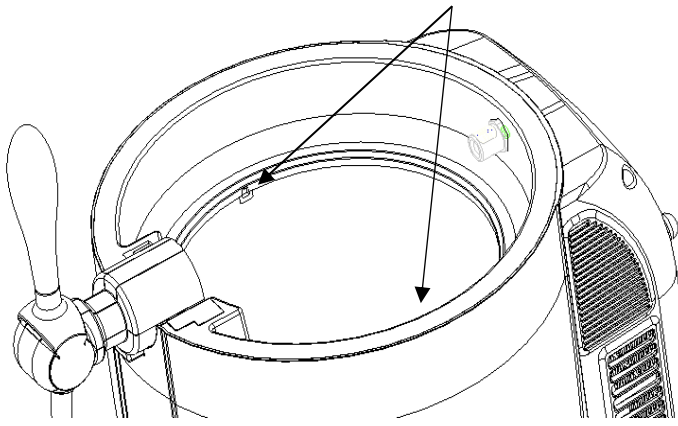

Figura 3
4. Compruebe que los LEDs del detector infrarrojo situados en las partes superior izquierda y derecha, por dentro del barril de enfriamiento del aparato (como se muestra en la Figura 3), estén limpios y funcionando correctamente. Si el tonel de cerveza no está dentro del barril, o mismo si está colocado y el sensor infrarrojo no lo detecta, el dispensador no funcionará normalmente y en la pantalla digital aparecerá el código "OP".